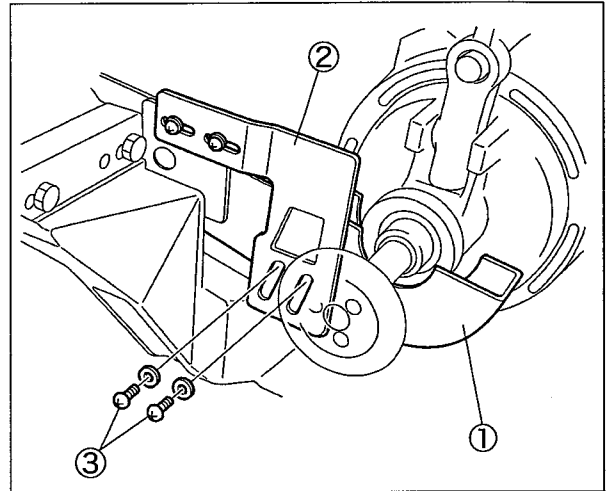

図1-7
- (1) ベルトカバー(下)①をベルトカバー位置調節板②に止ネジ③で取り付ける。(図1-7)